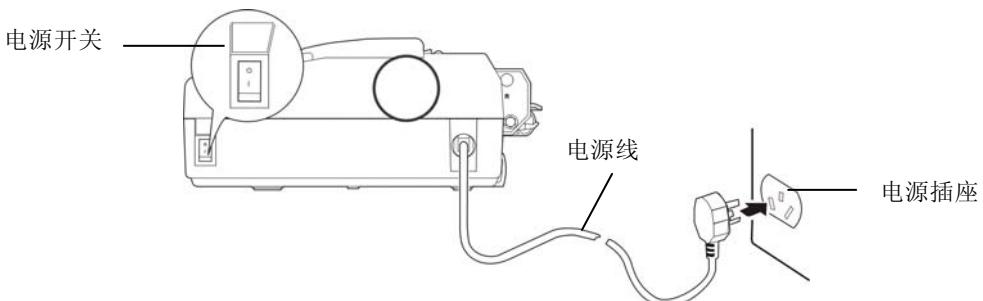

图 1-13 连接电源
- 确保打印机为关机状态，如图 1-13 所示（当开关按下一侧在“O”标注处时为关机状态）。